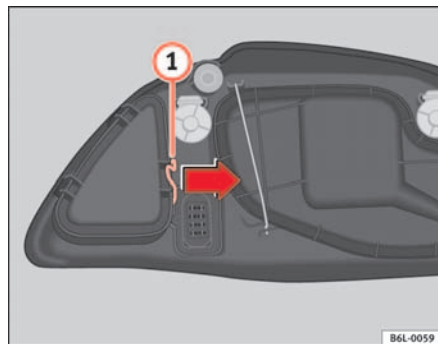

Fig. 148 Feu clignotant
- Déplacez le tirant ① ⇒ fig. 148 dans le sens de la flèche puis retirez le cache.